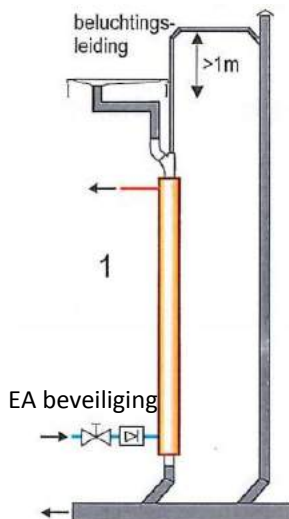

fig. 4
1. tussen de stankafsluiter van de douche en de Showersave®QB1 een aansluiting te maken op de ontspanningsleiding van de riolering (zie fig. 4).